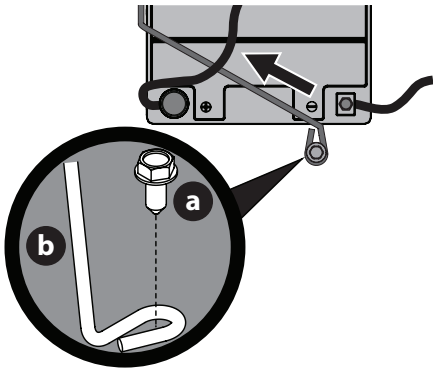

Figure 20
NOTE : Le faisceau électrique doit être placé au-dessus de la barre de retenue de la batterie. Autrement, il risque d'être endommagé (Figure 20 à la page 89).
- Retirez le boulon hexagonal (a) qui fixe la tige de retenue de la batterie (b) au châssis. Faites pivoter la tige de retenue de la batterie (b) vers le haut et retirez la batterie (Figure 20).